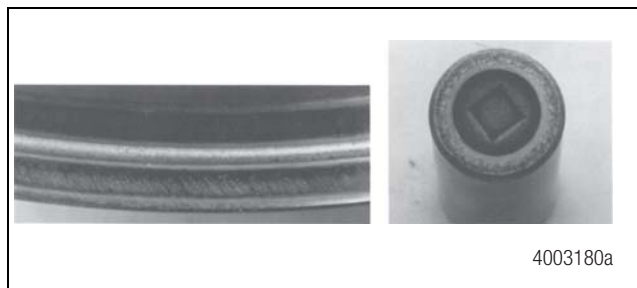
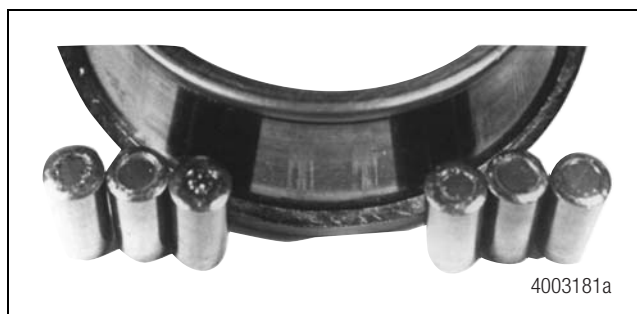

Figura 4.10
Figura 4.11
C. Los extremos de rodillos y las costillas están desconchados. Figura 4.10 y Figura 4.11.